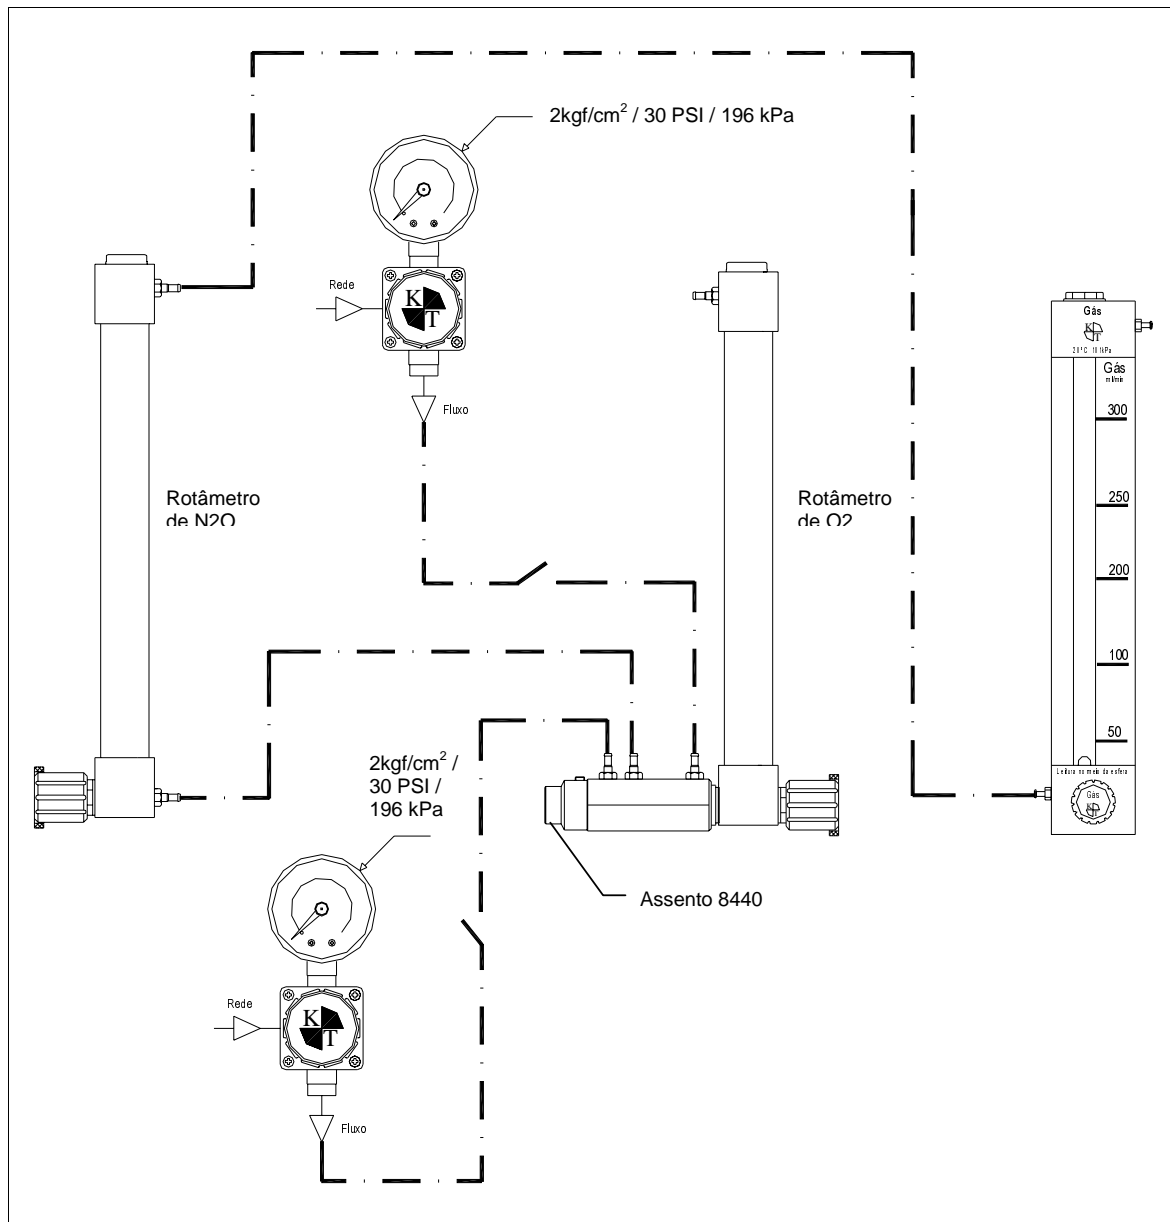

Figura 5.7: Esquema para verificação do fechamento da agulha de N₂O
1. Seguindo o esquema da Figura 5.7, colocar o rotâmetro padrão de 300 ml/min na saída do rotâmetro de N₂O.